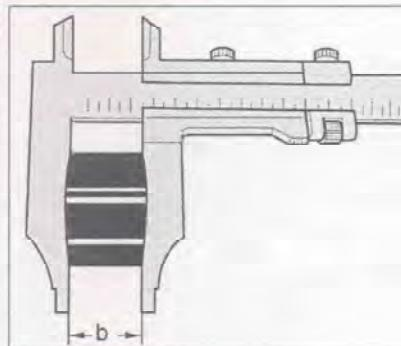

Рис. 7.246. Измерьте ширину b на новой и старой внутренних обоймах подшипника.
1. Измерьте ширину b на новой и старой внутренних обоймах подшипника (рис. 7.246).